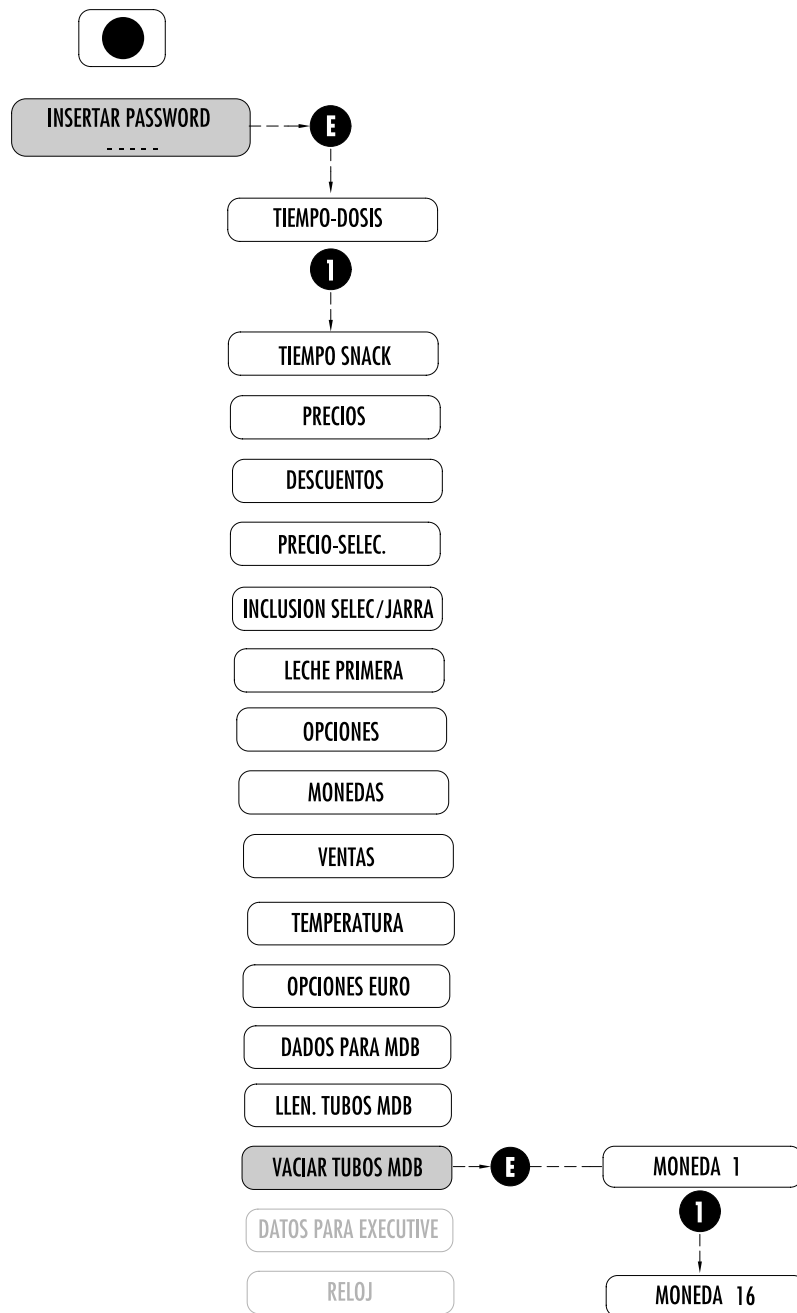

Fig. 7.18
7.2.15 VACIAR TUBOS MDB (Fig. 7.18)